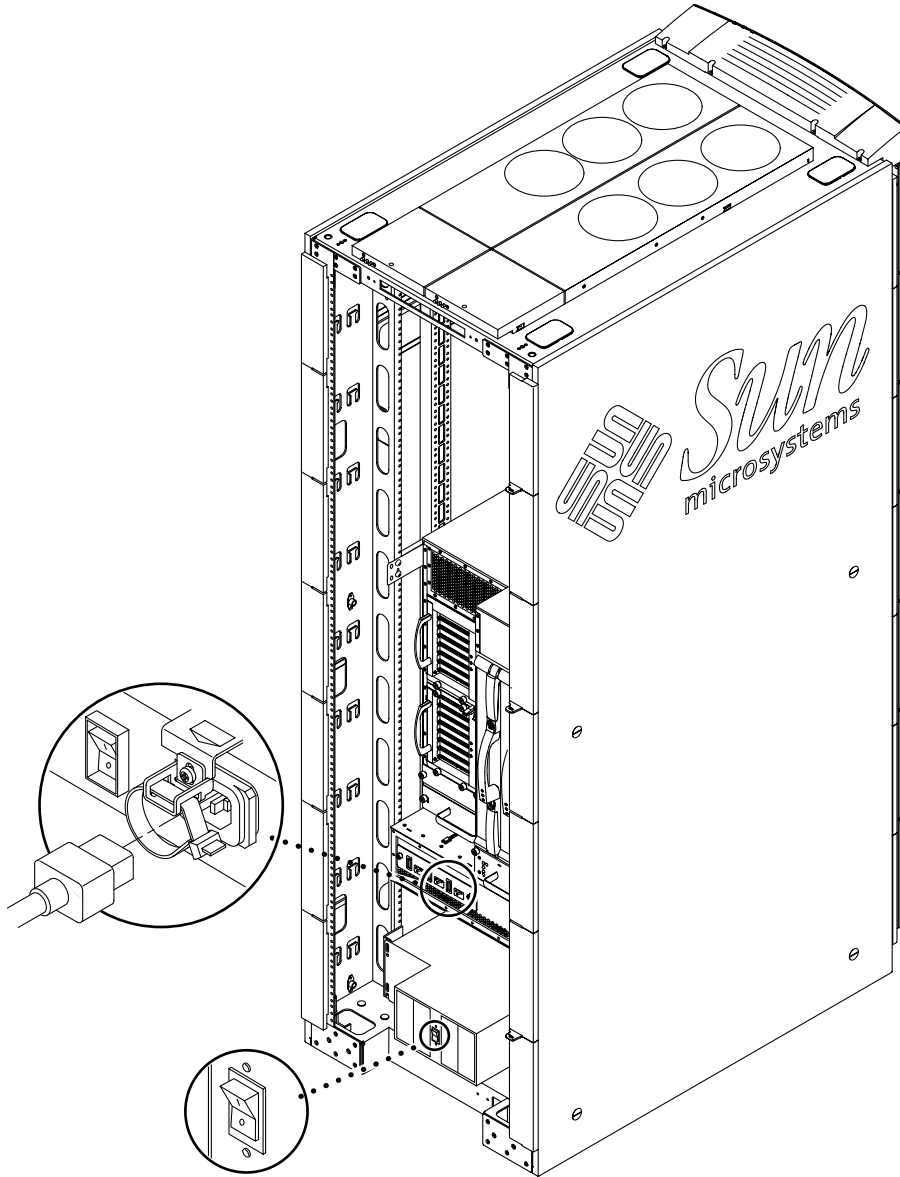

FIGURE 2-5 Emplacements des interrupteurs d'alimentation sur le système Sun Fire 4800 monté
1. Assurez-vous que les interrupteurs d'alimentation de l'armoire Sun Fire sont sur la position hors tension (FIGURE 2-5).